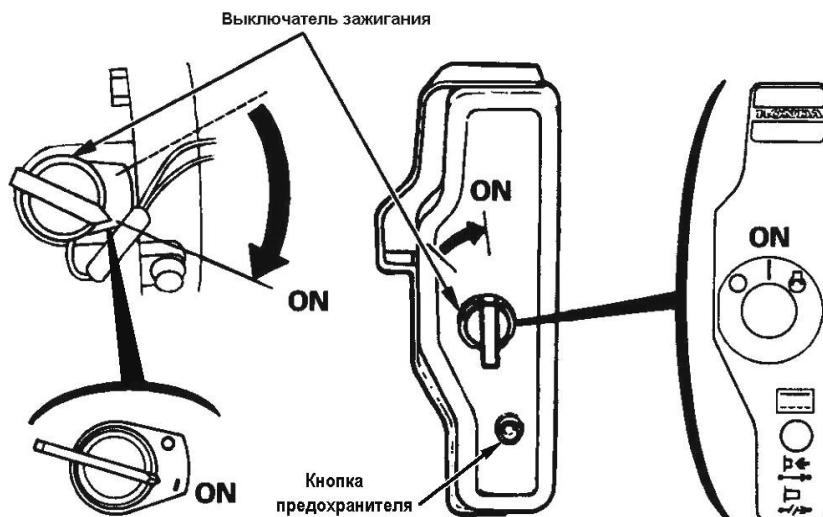

Рисунок 6 – Выключатель зажигания в положении "ON" ("Включено")
зеленого цвета внутри предохранителя указывает на срабатывание предохранителя и прерывание цепи заряда. Если это произошло, определите причину прерывания и устранит ее до повторного включения. Для повторного включения следует нажать на кнопку предохранителя (см. рисунок 6).
- установите выключатель зажигания в положение "ON" ("Включено") (рисунок 6);